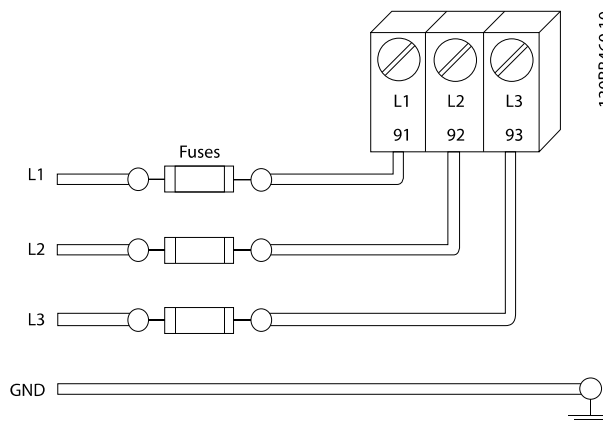

Abbildung 2.13 Sicherungen für Frequenzumrichter
- Versehen Sie alle Frequenzumrichter mit Kurzschluss- und Überlastschutz. Dieser Schutz wird durch Sicherungen am Eingang gewährleistet, siehe *Abbildung 2.13*. Maximale Sicherungsnennleistungen finden Sie unter 12.1 Stromabhängige Spezifikationen.